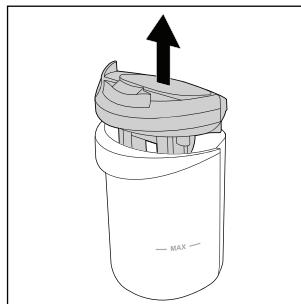

Fig. 21
- ◆ Puxe a tampa do reservatório de água suja **9** para cima e retire-a do reservatório de água suja **2** (ver fig. 21).